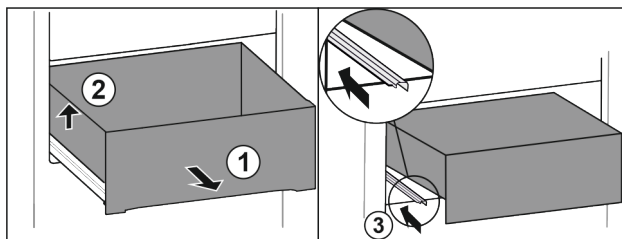

Fig. 23
- ▶ Вытяните выдвижной ящик до упора. Fig. 23 (1)
- ▶ Приподнимите выдвижной ящик слева. Fig. 23 (2)
- ▶ Вставьте левую направляющую. Fig. 23 (3)